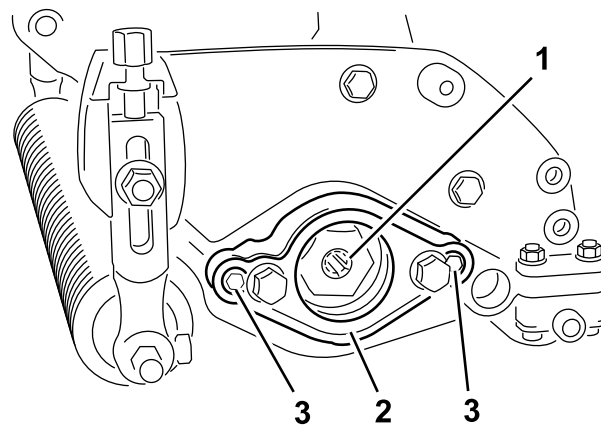

Рисунок 4
4. Снимите монтажную опору двигателя (Рисунок 4).
5. Нанесите консистентную смазку по внутреннему диаметру шлицевого зацепления (Рисунок 4).